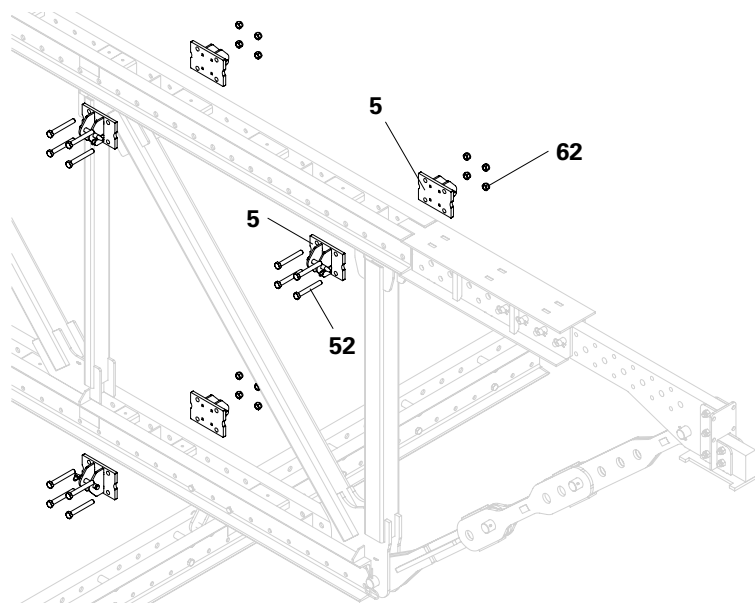

Fig. A3.04
- Per l'attacco di una trave singola o di un kit di travi, anche sul lato posteriore deve essere montato un attacco di connessione (5). Questo deve essere montato insieme all'attacco di connessione (5) del lato anteriore. (Fig. A3.04)